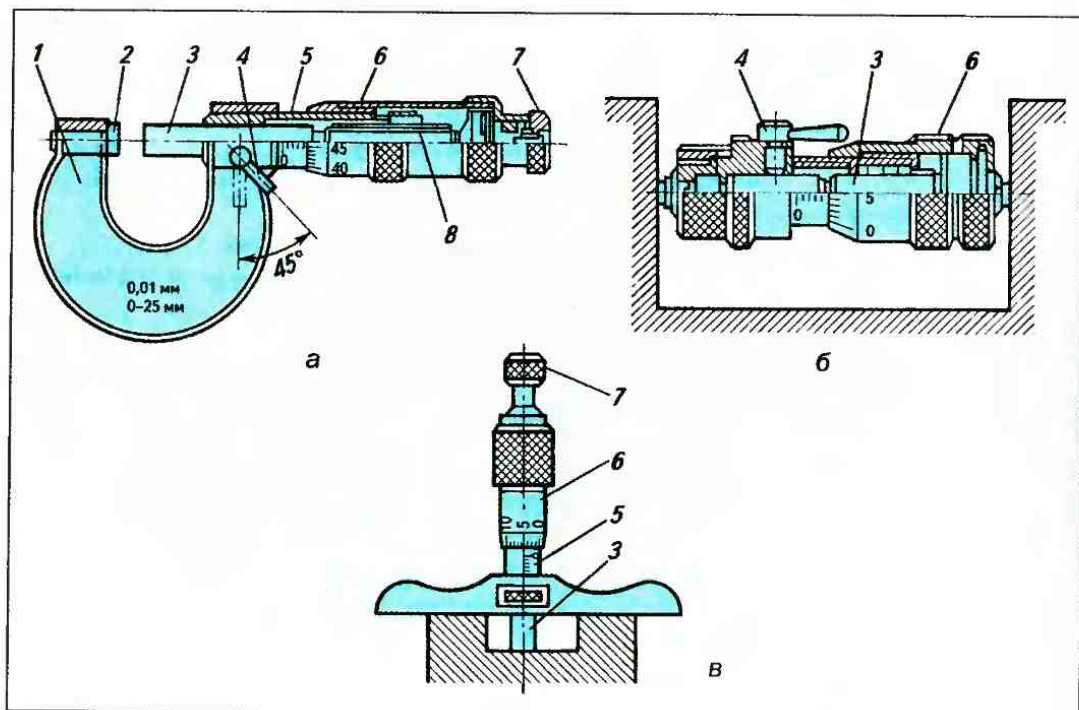

Рис. 41. Микрометрические инструменты
Чтобы приблизить микровинт (3) к пятке (2), вращают барабан (6) или трещотку (8) по часовой стрелке. Для ограничения измерительного усилия микрометр снабжен трещоткой (см. рис. 41а).
При ввинчивании микровинта показания не уменьшаются, как у микрометра, а увеличиваются. Поэтому цифры на шкале стебля и барабана указаны в обратном порядке: на стебле цифры увеличиваются справа налево, а на барабане – по часовой стрелке (см. рис. 41в).
Микрометрический нутромер служит для измерения диаметра отверстий и других внутренних размеров. Он состоит из микрометрической головки и набора сменных удлинителей. Отчетное устройство и цена деления прибора такие же, как у микрометра. Измерительными поверхностями являются торец микровинта и торец стержня удлинителя, который ввертывается в корпус нутромера (см. рис. 41б).